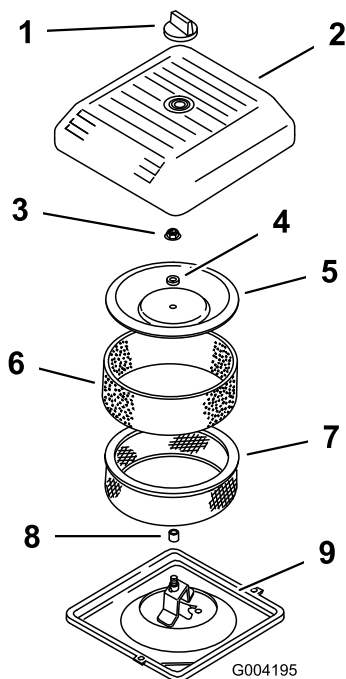

Figure 25
4. Dévissez le bouton et déposez le couvercle du filtre à air (Figure 25).
5. Glissez délicatement le préfiltre en mousse hors de l'élément en papier (Figure 25).
6. Dévissez l'écrou du couvercle et enlevez le couvercle, l'entretoise et l'élément en papier (Figure 25).
2. Posez l'ensemble filtre à air sur sa base (Figure 25).
3. Montez le couvercle, l'entretoise et fixez-les avec l'écrou du couvercle (Figure 25). Serrez l'écrou à 11 Nm (95 lb-po).
4. Remettez le couvercle du filtre à air et fixez-le à l'aide du bouton (Figure 25).